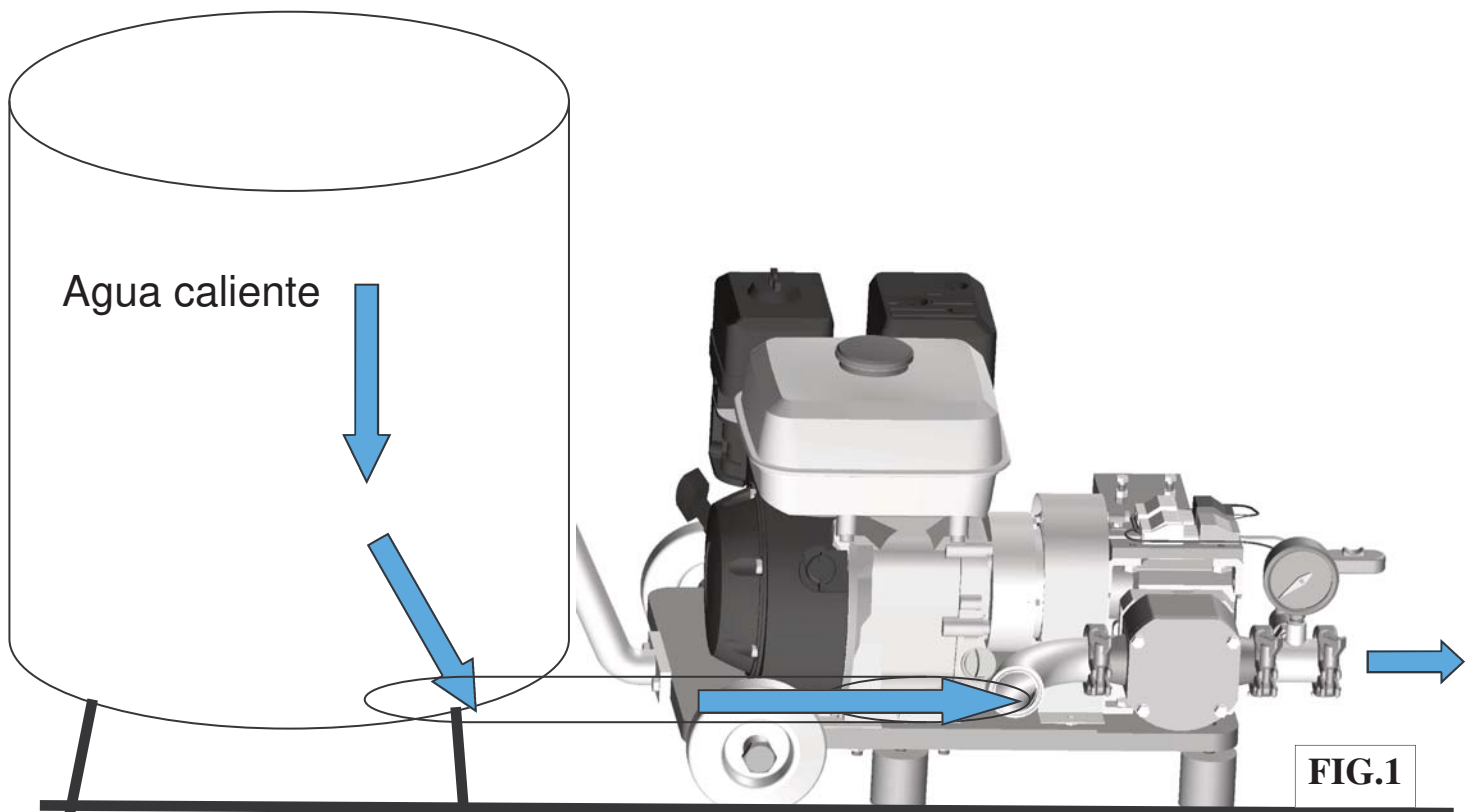

FIG.1
En el lavado interior de la cámara se recomienda hacer funcionar la bomba con agua caliente, o fluidos permitidos en la industria alimentaria por unos 30 minutos (Fig.1)
1. Utilizando la llave adecuada desatornillar los 4 tornillos hexagonales que protegen la tapa **Fig.1** para removerla.
1. Utilizando la llave adecuada desatornillar los tornillos hexagonales que protegen la tapa **Fig.1** para removerla.